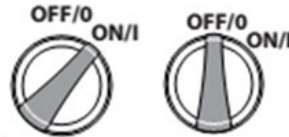

Fig.10
5. Coloque el interruptor de encendido en la posición "ON" (Fig.10).
2. Coloque el interruptor en la posición "OFF" (Fig.10).
2. Apague el interruptor de encendido (la posición "OFF"). (Fig.10)